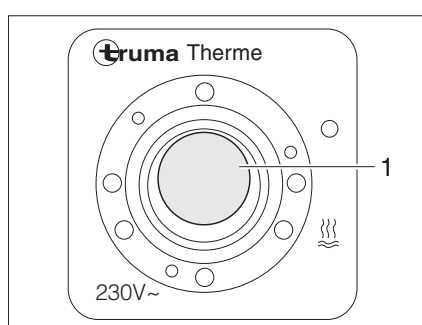

Fig. 127 Conmutador de mando para calentador Therme
El modo de funcionamiento eléctrico se conecta con el conmutador de mando (Fig. 127). La luz de control (Fig. 127,1) del interruptor tiene que encenderse.
- Conectar el conmutador de mando (Fig. 127). La luz de control (Fig. 127,1) del interruptor se enciende.
- Desconectar el conmutador de mando (Fig. 127). La luz de control (Fig. 127,1) en el interruptor se apaga.
- Desconectar el conmutador de mando (Fig. 127). La luz de control (Fig. 127,1) en el interruptor no está iluminada.